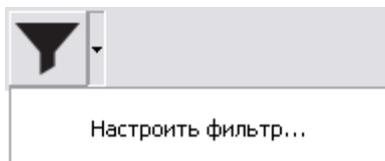

Рис. 125
2. Выберите команду **Настроить фильтр** (Рис. 125).